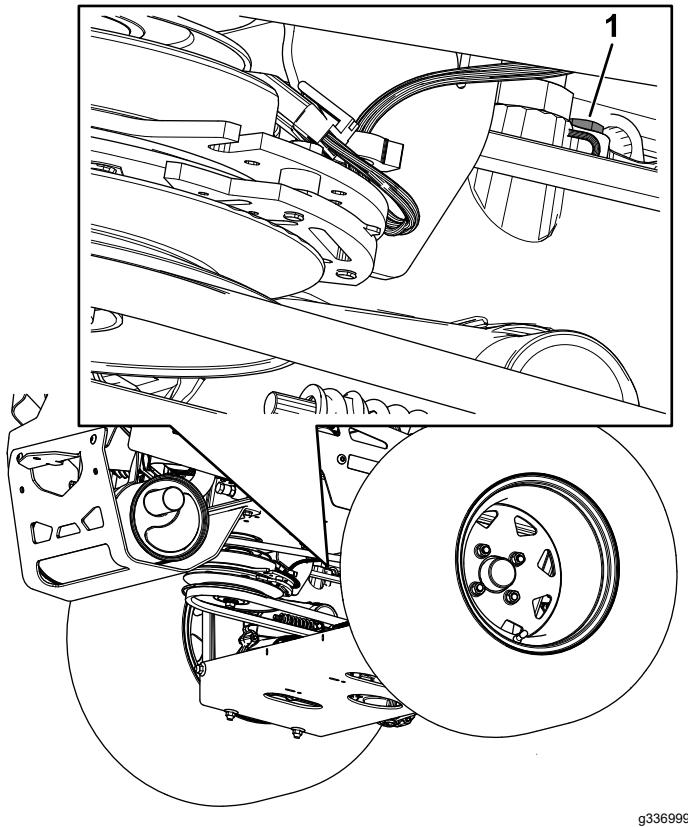

Figure 77
- **Système hydro ZT 5400 :** utilisez une clé de 7/16 pouce pour accéder au bouchon d'aération par le dessous de la machine (Figure 77).